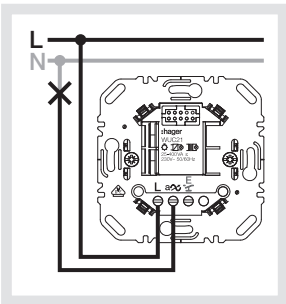

Figura 3: Regolatore luce a pulsante
- Collegare inserto di commutazione e derivazioni opzionali secondo lo schema di collegamento (Figura 3 o 6)